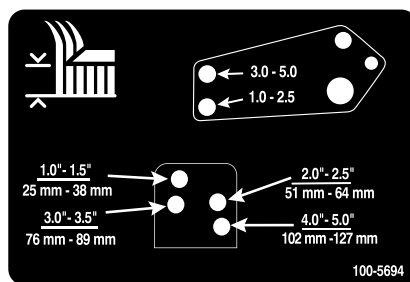

Figura 29
10. Alinhe os orifícios do elemento de ligação do amortecedor com os orifícios da altura de corte desejada na estrutura da plataforma do cortador e monte os respetivos pinos de segurança e contrapinos tipo grampo (Figura 29).